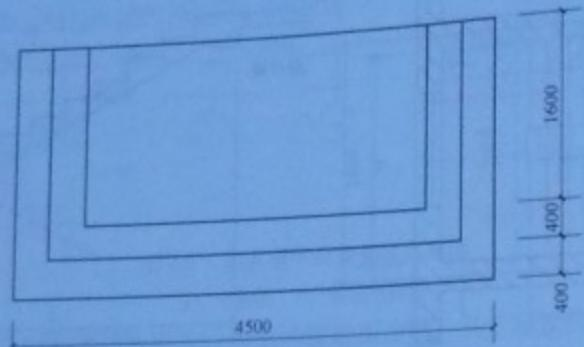

图 2-9 某建筑大理石台阶
**【例 2-9】** 如图 2-9 所示，某建筑入口地面做法为：清理基层，刷素水泥浆，1:3 水泥砂浆，水泥沙浆粘贴 500mm×500mm 大理石地面及大理石台阶，编制其工程量清单。